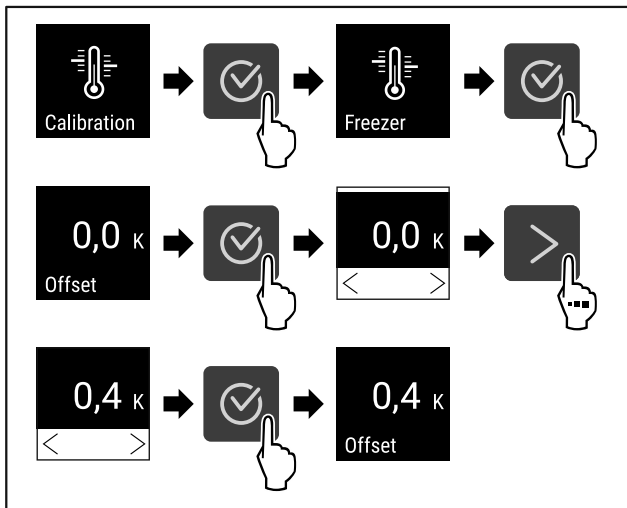

Fig. 96
- ▶ Изпълнете стъпките (виж Fig. 96).